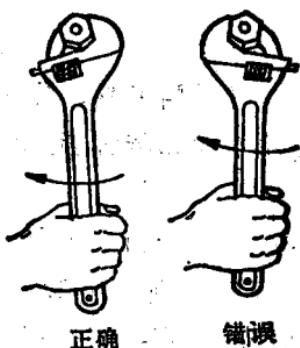

图 1-2 活络扳手使用方法
- 2) 应使扳手开口的固定部分承受主要作用力，即扳手开口的活动部分位于受压方向(见图 1-2)。